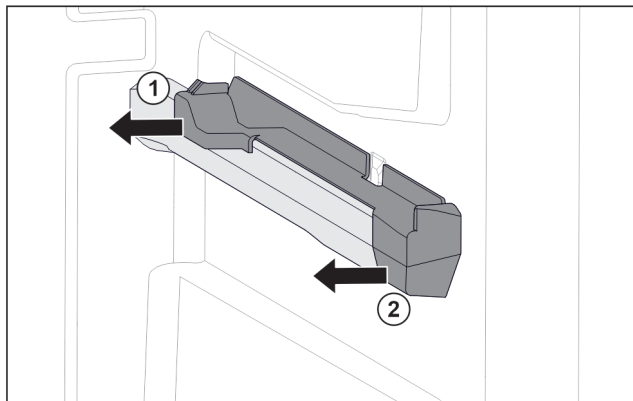

Fig. 83 Aufsteckteil auf der rechten Behälterrippe
- ▶ Aufsteckteil hinten zur Seite abziehen. Fig. 83 (1)
- ▶ Aufsteckteil vorne zur Seite abziehen. Fig. 83 (2)